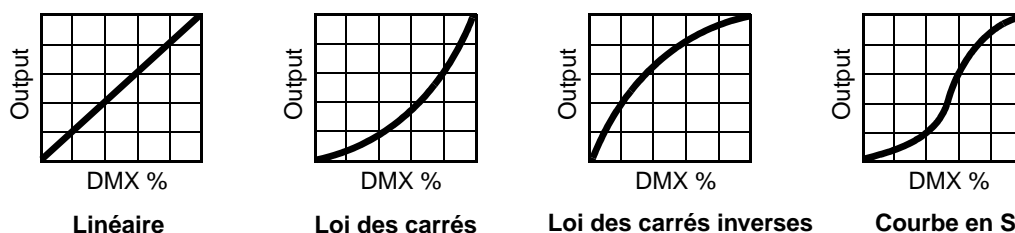

Figure 3: Options de gradation
**DIMMER CURVE** fournit 4 courbes de gradation (voir Figure 3):